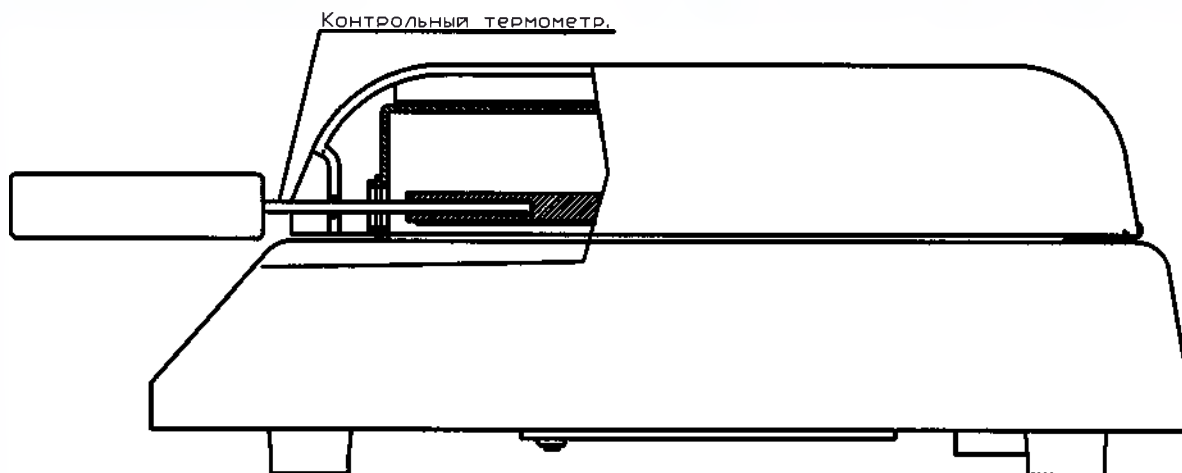

Рис.2
- 2) По прошествии 10 минут после выхода прибора на заданную температуру, вставьте датчик термометра в платформу до упора (рис.2) через отверстие в крышке с лицевой стороны,